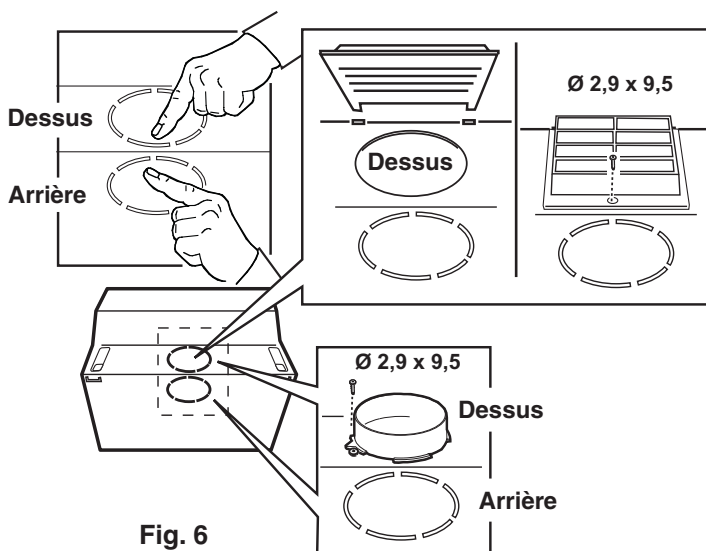

Fig. 6
- **Choisissez le trou d'évacuation à utiliser- Fig. 6:**